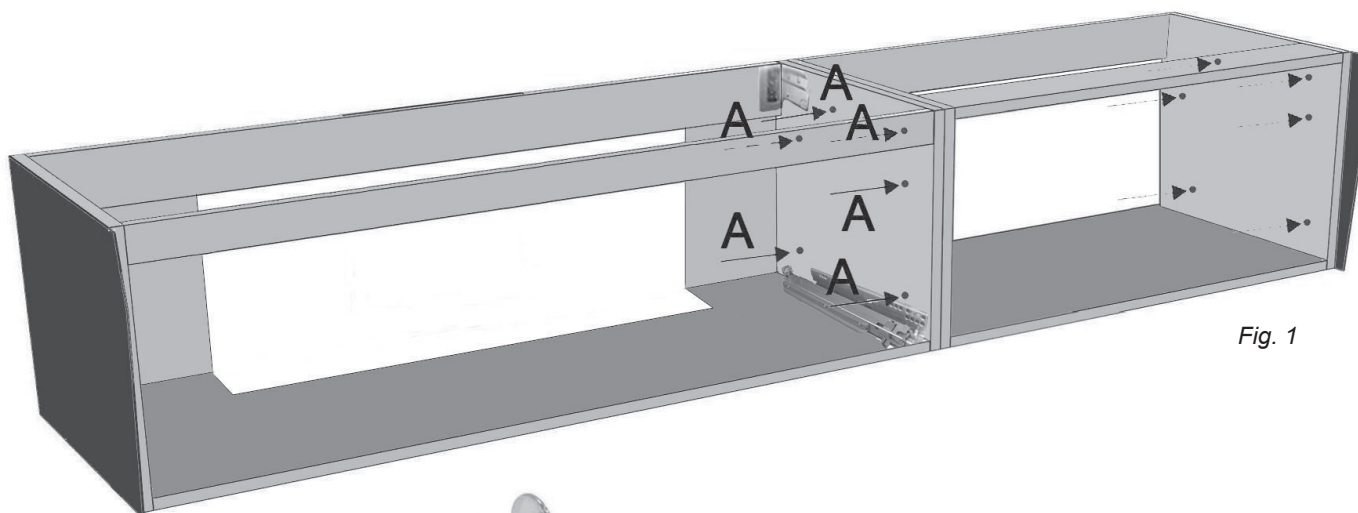

Fig. 1
- Inserire le giunzioni metalliche "B" (in dotazione) nelle preforature "A" nei fianchi dei mobili. (vedi Fig. 1).